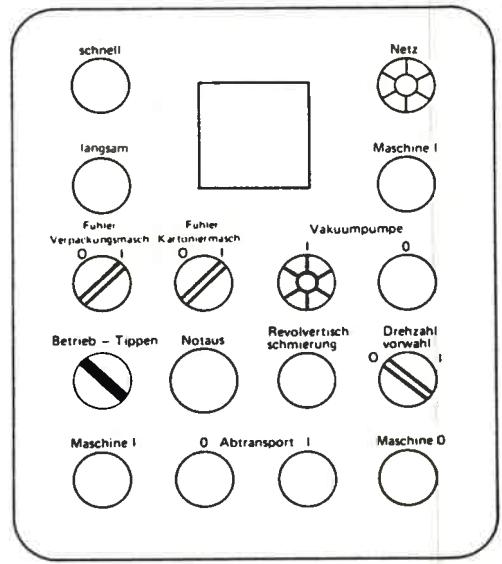

Bild 180
12. Wahlschalter „Betrieb-Tippen“ (Bild 180) auf „Betrieb“ schalten.